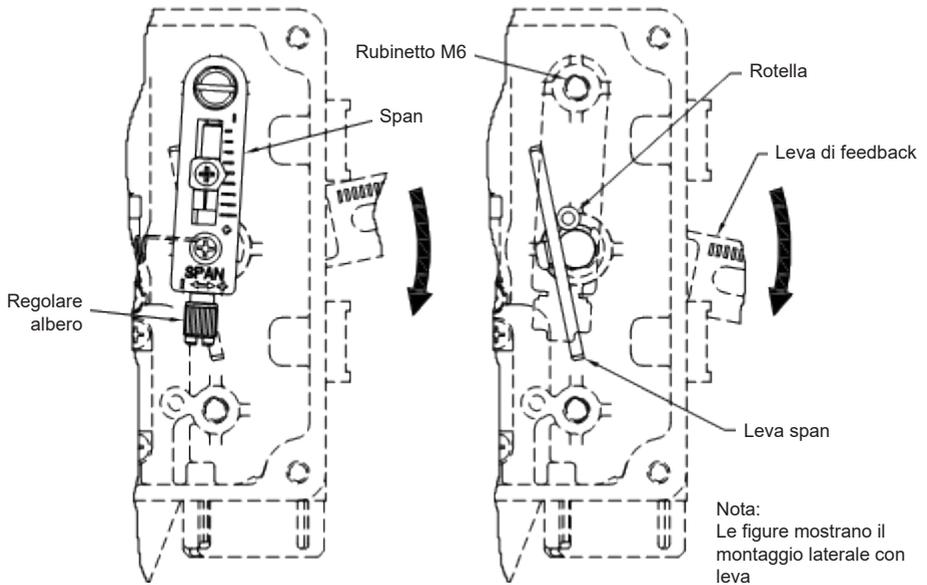

Fig. 15 Installazione span (laterale = DA, centrale = RA)
- 1) Montaggio laterale - Se l'asse dell'attuatore si sposta verso il basso quando aumenta il segnale in ingresso, montare lo "Span" sul foro del rubinetto M6 superiore come mostrato nella Fig. 15 (DA)
- 2) Montaggio laterale - Se l'asse dell'attuatore si sposta verso l'alto quando aumenta il segnale in ingresso, montare lo "Span" sul foro del rubinetto M6 inferiore come mostrato nella Fig. 15 (RA)